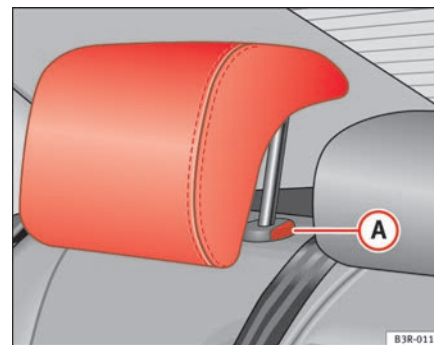

Fig. 111 Plazas laterales del asiento trasero: Apoyacabezas
- Oprima el botón **A** ⇒ página 143, fig. 111 y descienda el apoyacabezas.
- Apriete la tecla **A** ⇒ página 143, fig. 111 y, al mismo tiempo, extraiga el apoyacabezas.